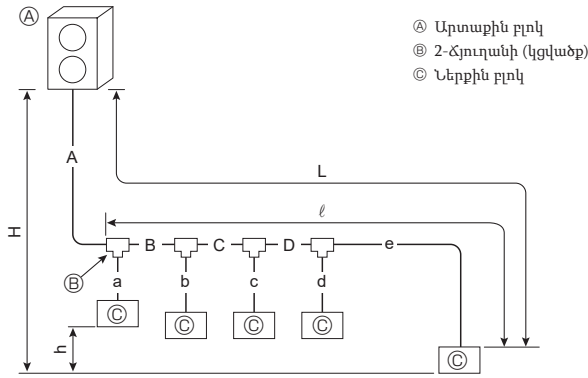

Fig. 4-3 (a)
4.3.1. Միացում առանց ճյուղավորիչ տուփի (Fig. 4-3)